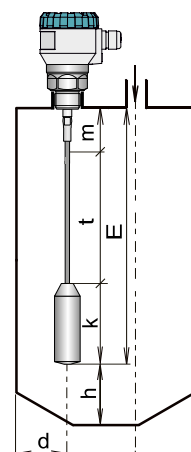

Рис. 16: Установка уровнемера с канатным электродом
- При установке уровнемеров с канатным электродом в глубоких бункерах и зернохранилищах длина электрода должна быть избрана таким образом, чтобы **весь груз** находился под минимальным измеряемым уровнем, поскольку в месте груза измерения уже не проводятся – см. Рис. 16.
- **Расстояние электрода от стенки бака** должно составлять как минимум 300 мм. Вообще лучше выбирать как можно большее расстояние от стенки, посередине между стеной и вертикальным впускным отверстием – см. Рис. 16. Необходимо обеспечить, чтобы канатный электрод не прикасался к стенкам бака по причине перемещения измеряемой среды.